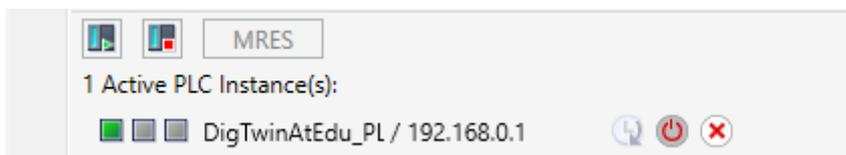

图 13: 虚拟 PLC 的状态，已加载并启动 PLC 程序
- 切换回 PLCSIM Advanced 软件并检查虚拟 PLC 的新状态。状态应与图 13 所显示的一样。